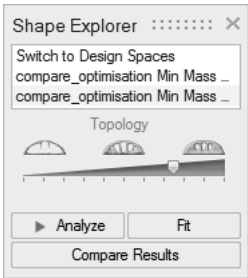

图 16-17
- 3) 在形状探索器中，有两种不同的优化结果和不同的拓扑，如图 16-17 所示。